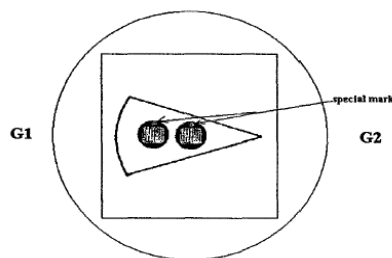

fig.2 顕微鏡下での視野指定用領域と
- 低倍率でスライドを観察する。fig.2のような上下が反転した視野指定用領域の像が観察される。同領域の上側を示すマークは視野の上方に見える。G1は左側に、G2は右側になる。